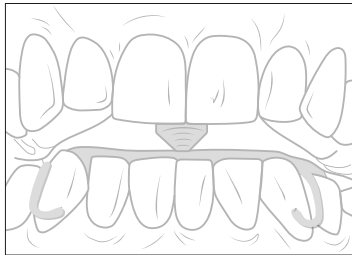

Fig. 3
13. Facendo eseguire movimenti di apertura e chiusura si controlla nel cavo orale se la punta del perno di appoggio ingrana nel foro della rondella in plexiglas (Fig. 3).